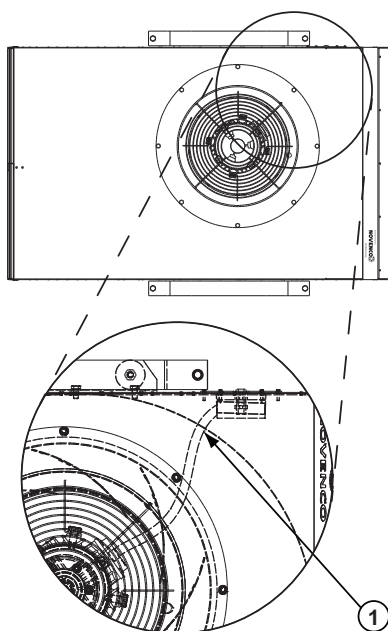

Fig. 6. De interne connector losmaken
- 3 Maak de motorkabel in de aansluitdoos los en maak de interne kabelverbinder los (1, fig. 6) aan de scheiding met de drukkamer. Duw de kabel volledig in de drukkamer.